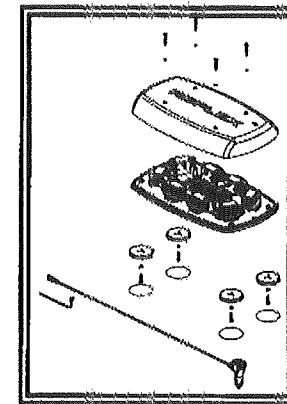

Figura 5
3. Coloque una arandela de brida interna en el perno hexagonal cerrado M5 x 20 y haga pasar el perno por el orificio del brida de la ventosa como se muestra. Sostenga el conjunto del imán-perno con el perno atravesando el imán lo más posible y coloque la tuerca hexagonal y el vástago del perno a través de uno de los orificios de las 4 esquinas del lado interior de la base de la Minibar. Mantenga la tensión en el perno y la tuerca sosteniendo el imán de la ventosa mientras aprieta el conjunto. Repita este proceso para las cuatro esquinas. Véa la Figura 5.